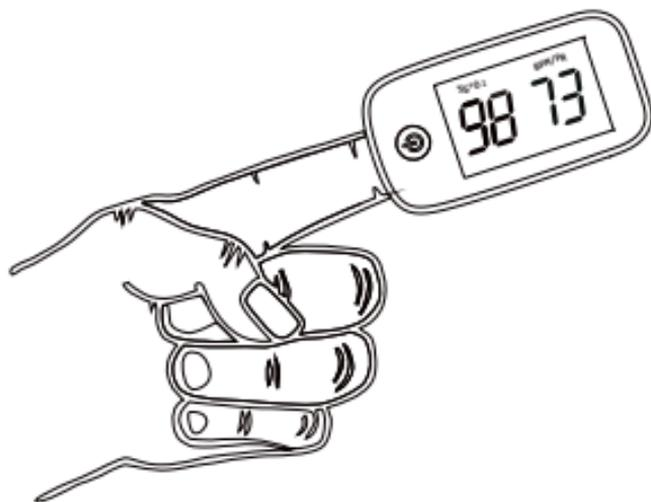

Fig.4 - Posizionamento del dito
- A. Il dito deve essere posizionato appropriatamente (vedi Fig.4), dita troppo grosse o troppo piccole possono dar luogo ad una misurazione poco accurata;